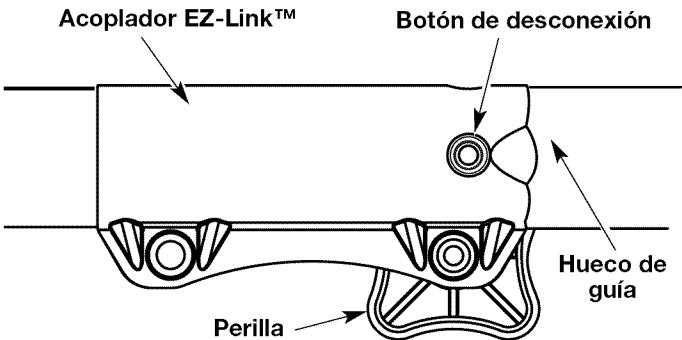

Fig. 16
1. Gire la perilla en sentido antihorario para aflojarla (Fig. 16).
2. Opima y sostenga el botón de desconexión (Fig. 16).
NOTA: La alineación del botón de desconexión con el hueco de guía facilitará la instalación (Fig. 16).